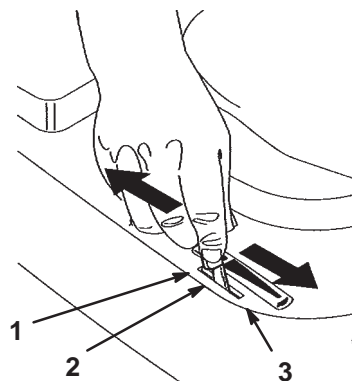

Figure 7
4. Placez la manette d'accélérateur en position de starter (Fig. 7).
6. Lorsque le moteur a démarré, amenez progressivement la manette d'accélérateur en position de régime maximum (Fig. 7). Si le moteur cale ou hésite, ramenez la manette d'accélérateur en position de Starter pendant quelques secondes, puis placez-la en position de régime maximum. Répétez l'opération si nécessaire.
1. Placez la manette d'accélérateur en position de ralenti (Fig. 7).